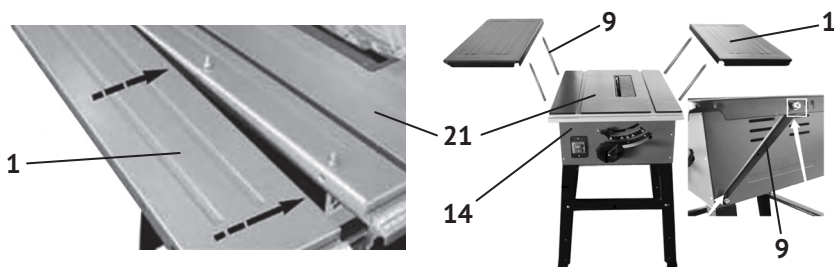

рис.3
2.1.2 Монтаж дополнительных столов (см. рис.3):
- прикрутить, не затягивая окончательно, бортики дополнительных столов (рис.3 поз.1) к бортикам рабочего стола (рис.3 поз.21) винтами с внутренним шестигранником;
- скрепить корпус (рис.3 поз.14) пилы и бортик дополнительного стола упорами (рис.3 поз.9);